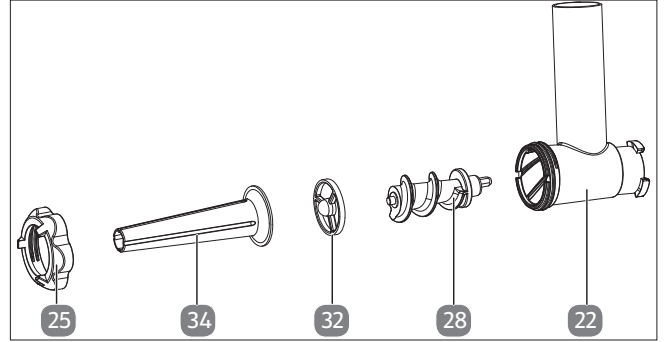

Fig. 19 – Accesorios para elaborar salchichas
1. Monte los accesorios como se indica (véase Fig. 19).